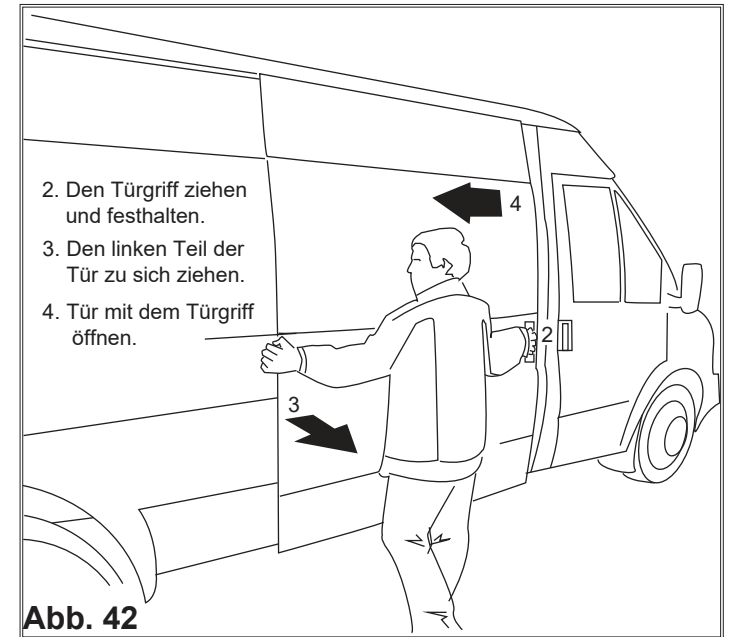

Abb. 42
2. Den Türgriff ziehen und festhalten, (Abb. 42).
3. Den linken Teil der Tür zu sich ziehen, (Abb. 42).
4. Die Tür mit dem Türgriff nach links öffnen, (Abb. 42).